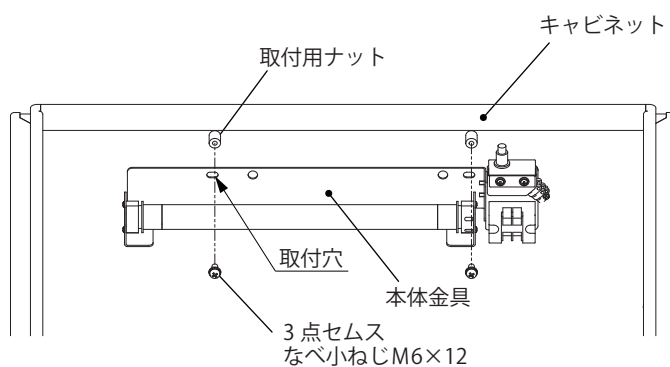

図2
3. キャビネットの取付用ナットに、本体金具の取付穴を利用して、付属の3点セムスなべ小ねじ M6×12 (2カ所) にて取付けてください。(図2)